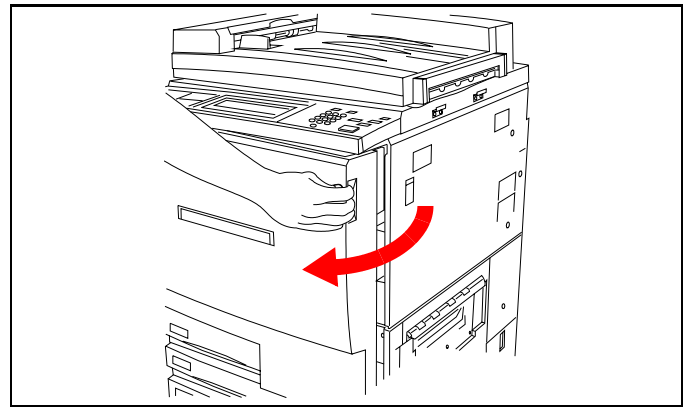

Abbildung 18
Demonstrieren Sie, wie man die Vordertür des Druckers öffnet (siehe Abbildung 18).
1. Öffnen Sie die Vordertür des DocuColor 12 Druckers (siehe Abbildung 18 auf Seite 11).